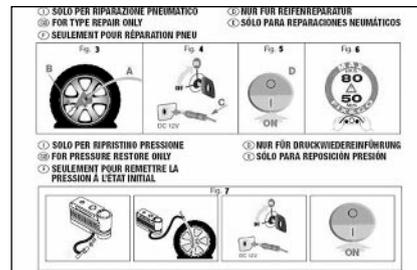

fig. 13
- un dépliant d'information (voir **fig. 13**), utilisé pour une utilisation correcte du kit de réparation rapide puis, remis au personnel qui doit manier le pneu traité avec le kit de réparation des pneus